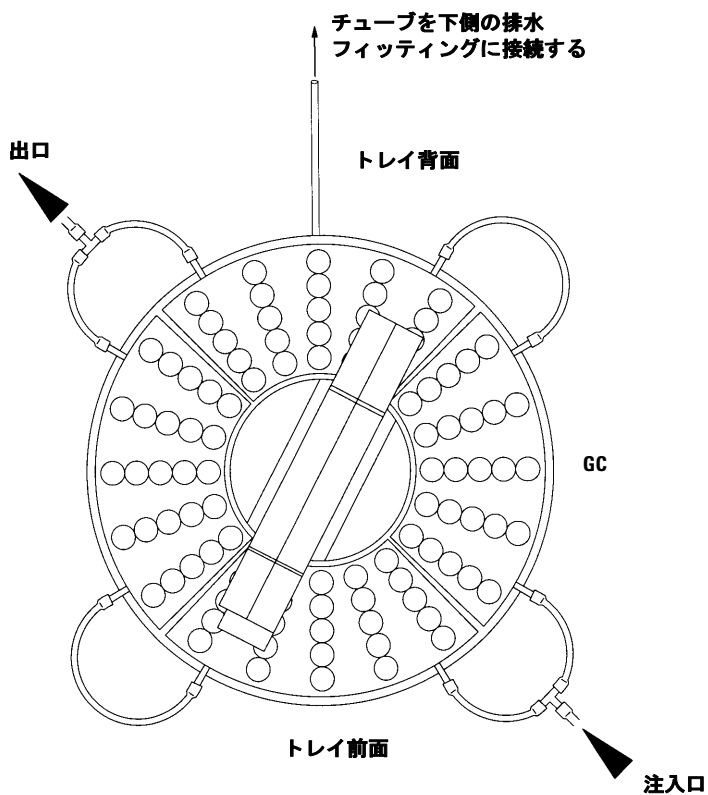

図73 トレイ四分円の配管
- 2 1/4インチ内径(6.35mm)チューブを使ってトレイ四分円同士を接続します(図73)。